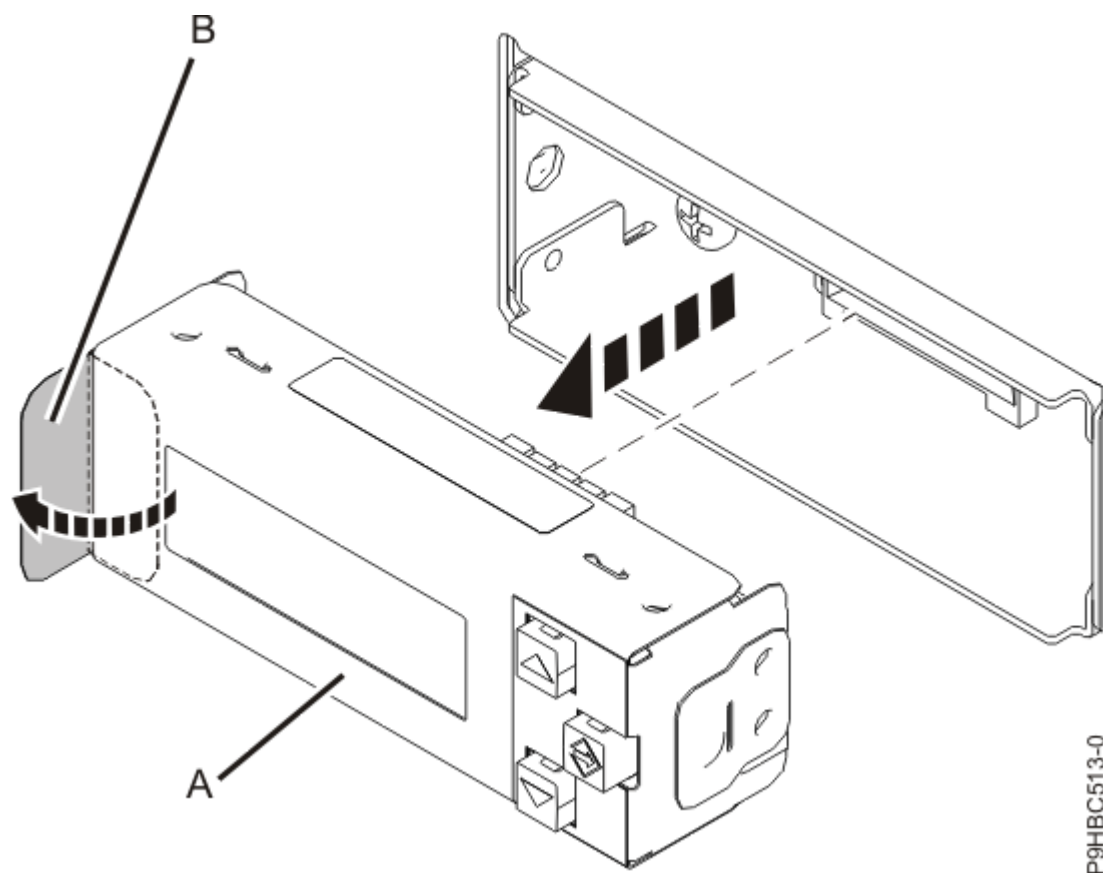

Figura 55. Extracció de la pantalla del panell de control
4. Traieu la pantalla del panell de control **(A)** estirant la pestanya **(B)** tal com es mostra a la Figura 55 a la pàgina 61.